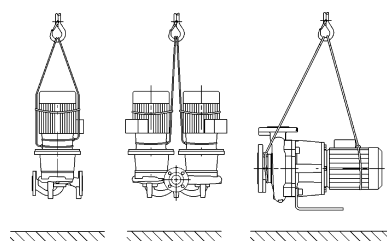

Fig. 7: Transport de la pompe
- Les œillets de transport du moteur servent ici de guidage lors de la suspension de la charge (Fig. 7).